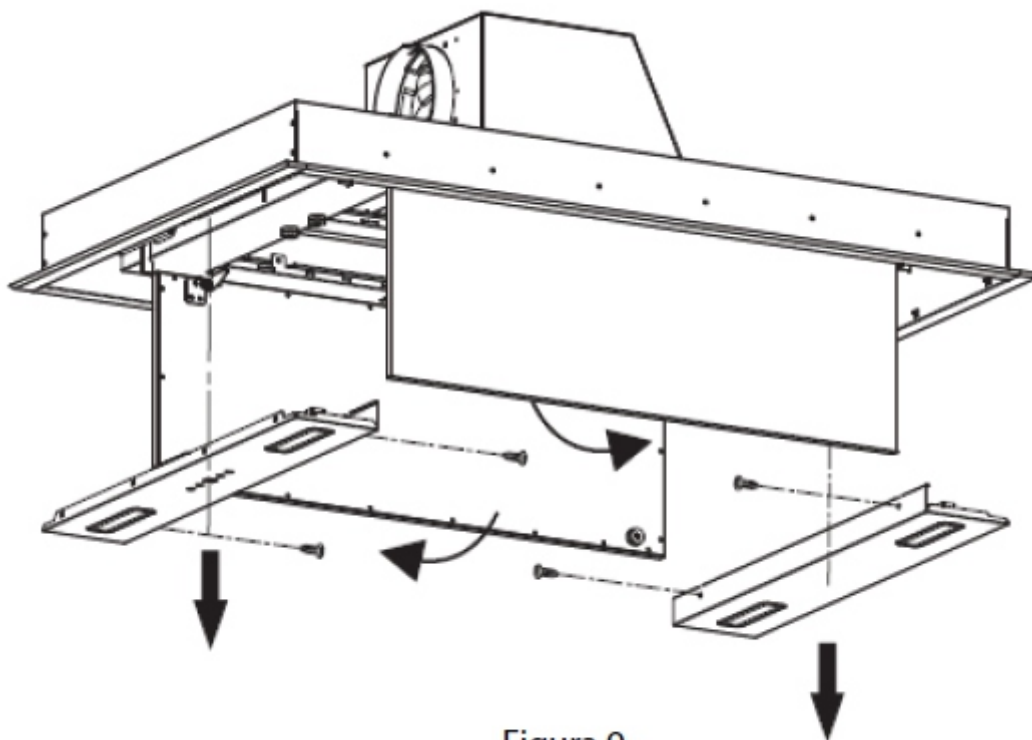

Figura 9
5. Abra os dois painéis decorativos na vertical, use uma chave de fenda para retirar os parafusos de 4x ST4 x 8 mm da placa da lâmpada e do painel de comutação e, em seguida, tire-os para fora (consulte a figura 9).